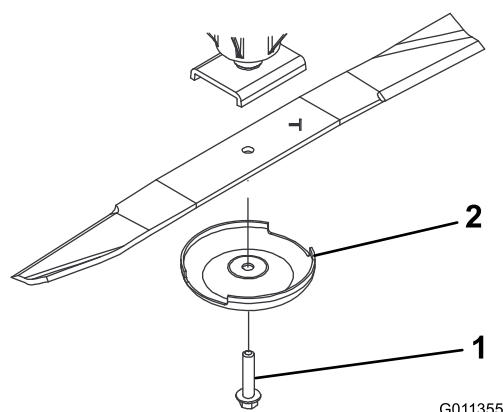

Figure 126
3. Enlevez le boulon, la coupelle de protection et la lame de l'axe de pivot (Figure 126).